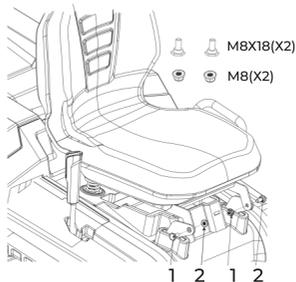

Рис. 4
6.3 Установка сиденья (рис. 4)
· Используйте болт (рис. 4, поз 1) и гайку (рис. 4, поз 2), чтобы зафиксировать сиденье на машине (используйте шестигранный ключ из комплектующих инструментов).